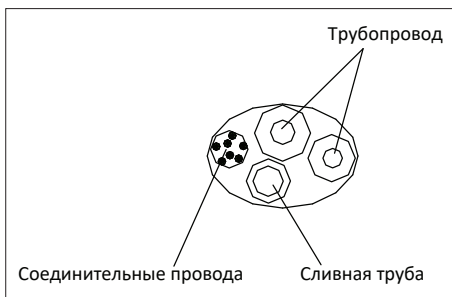

Рис. 5
- Расположите соединительные трубы, кабель, дренажный шланг, как показано на рис. 6, а затем подсоедините дренажный шланг к сливному отверстию. Дренажный шланг расположите под наклоном (вниз). Скрепите соединительные трубы, кабели и дренажный шланг вместе виниловой лентой (рис. 5). Обеспечьте достаточное пространство между дренажной трубой и землей. Не ставьте дренажную трубу в воду или канаву.